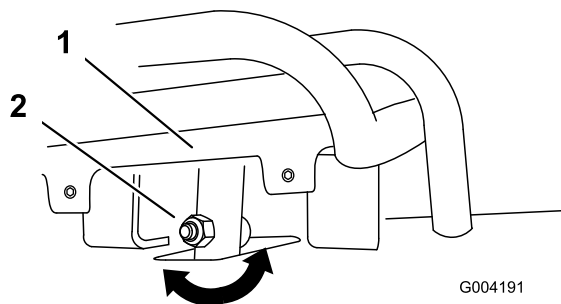
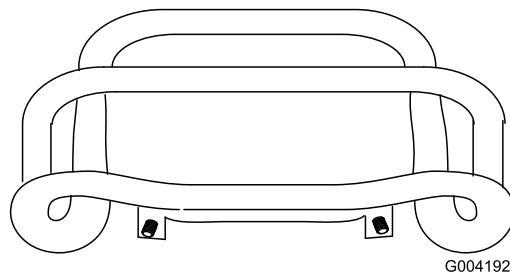

Figura 47
Figura 48
4. Si la parte delantera del control de tracción no queda enrasada con y paralela a la barra de referencia, afloje la tuerca con arandela prensada y el perno del tubo del control de tracción (Figura 47).
5. Ajuste el control de tracción hasta que quede enrasado con la barra de referencia al tirar del mismo hacia atrás del todo (Figura 47 y Figura 48).